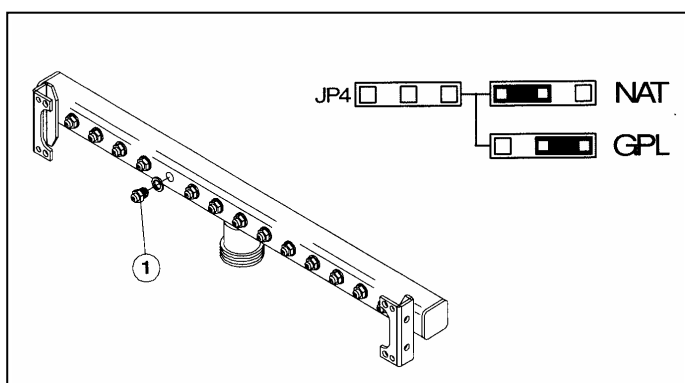

Рис. 19
- откройте коробку панели управления, прикрепите соединение JP4 на панели управления в соответствии с новым типом газа, см. рис. 19 (NAT – природный газ, GPL - пропан).